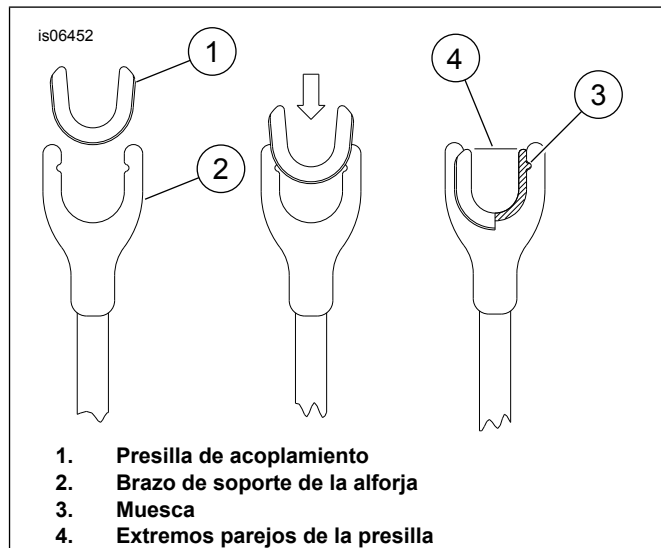

Figura 2. Instalación de la presilla de acoplamiento
2. Vea Figura 2. Instale las presillas de acoplamiento con forma de “U” (1) en el extremo de la ranura de los brazos de soporte de las alforjas (2). Las presillas deben estar completamente insertadas en la ranura del brazo de soporte para que encajen sobre la horquilla de acoplamiento.
3. Asegúrese de que las protuberancias de la presilla de acoplamiento estén completamente asentadas en la muesca del brazo de soporte (3) y que ambos extremos de la presilla de acoplamiento estén aproximadamente al mismo nivel de los salientes del brazo de soporte (4). Es posible que sean necesarios varios intentos para colocar las presillas. **Si** la presilla está casi pero no completamente asentada, proteja las superficies de la presilla y de la pieza de soporte usando alicates para lograr que acoplen las muescas.